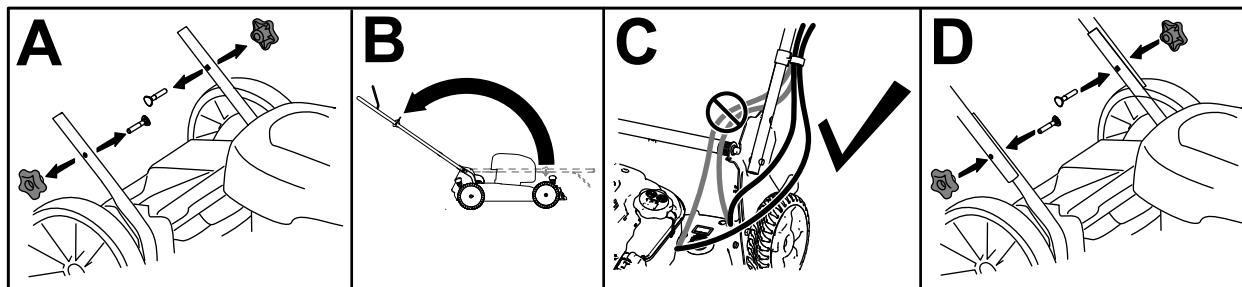

Figura 3
1. Retire os manípulos da pega e parafusos correspondentes das pegas inferiores (A de Figura 3).
2. Posicione a pega superior nas pegas inferiores e, em seguida, desdobre a pega (B de Figura 3).
3. Certifique-se de que os cabos estão encaminhados para o exterior da pega (C de Figura 3).
4. Instale os manípulos da pega com os correspondentes parafusos e aperte-os firmemente à mão (D de Figura 3).